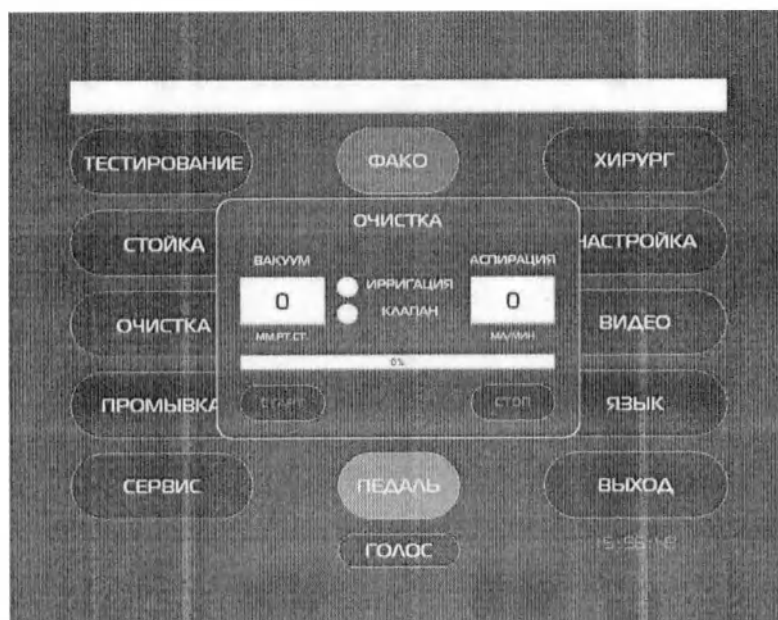

Рис. 17.3 – Главное меню с окном «Промывка».
- е) в появляющемся окне «ПРОМЫВКА» (Рис. 17.3) нажать клавишу «СТАРТ», включится режим автопромывки – время промывки 5÷6 мин;